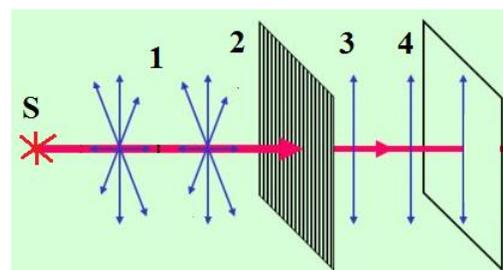

Рис. 2.
Возьмем прямоугольную пластину турмалина, вырезанную таким образом, чтобы одна из ее граней была параллельна вертикальной оси кристалла. Если направить на нее луч естественного света (1) от источника света S (рис. 2), то через турмалиновую пластинку (2) пройдут только те световые лучи, у которых вектор \vec{E} совпадает с направлением оптической оси (3), и попадут на экран (4). Такой свет называется линейно поляризованным, а турмалиновая пластинка (2) называется **поляризатором**.